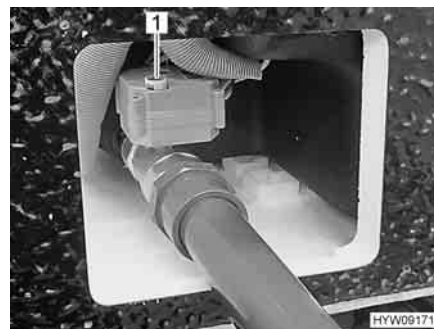

Fig. 177 Azionamento manuale del rubinetto di scolo delle acque grigie
- Per aprire il rubinetto di scolo delle acque grigie sollevare la manovella (Fig. 177,1) e ruotarla in senso antiorario fino a battuta. La direzione di rotazione (O per apertura, S per chiusura) è indicata sulla manovella.
- Per chiudere il rubinetto di scolo delle acque grigie sollevare la manovella (Fig. 177,1) e ruotarla in senso orario fino a battuta.